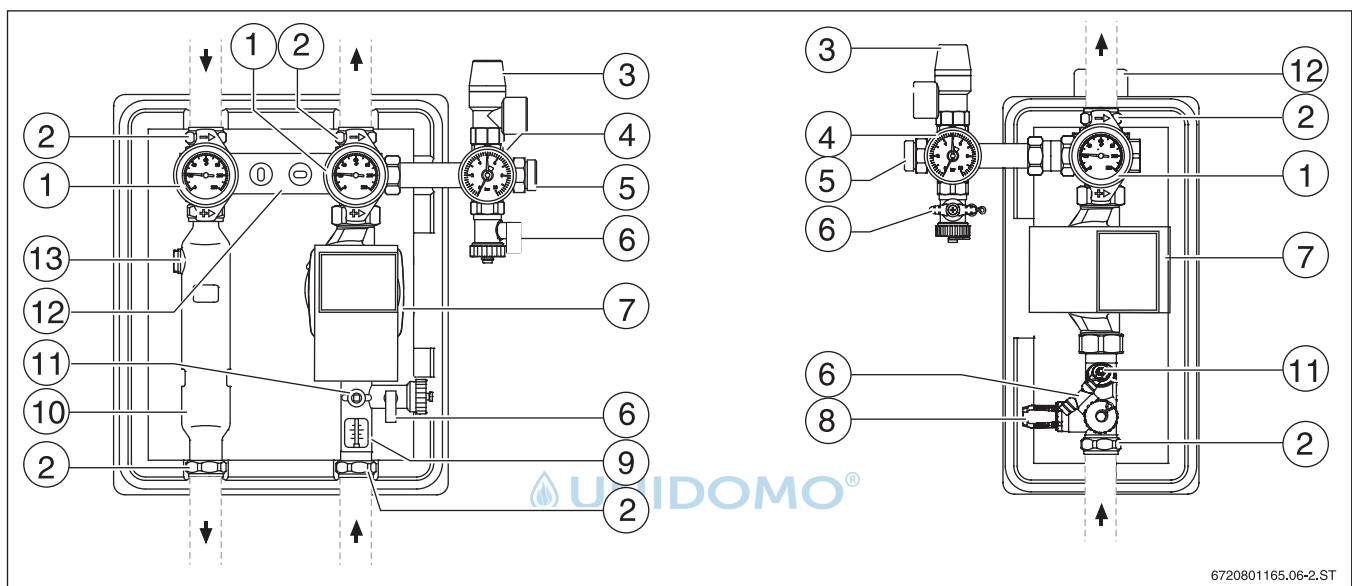

Bild 65 1- und 2-Strang-Solarstationen ohne vordere Dämmteile und ohne integrierte Regler und Module; Abmessungen und technische Daten → Seite 51
Die Solarstationen Logasol KS01.../2 sind für einen solaren Verbraucher konzipiert, z. B. Warmwasser- oder Pufferspeicher. Wenn eine 2-Strang-Solarstation in Verbindung mit einer 1-Strang-Solarstation betrieben wird, sind Solarstationen aber auch für 2 Verbraucher geeignet. Durch diese Anordnung liegen 2 getrennte Rücklaufanschlüsse mit separater Pumpe und Durchflussbegrenzer vor (→ Bild 65, Seite 50).
Ein anderer Anwendungsfall für die Kombination einer 2-Strang-Solarstation mit einer 1-Strang-Solarstation ist eine Solaranlage mit 2 verschiedenen ausgerichteten Kollektorfeldern (Ost/West-Regelung). Auch hier ist es wichtig, dass 2 getrennte Rücklaufanschlüsse mit separater Pumpe und Durchflussbegrenzer vorliegen (→ Bild 65, Seite 50). Wie zuvor beschrieben, kann nun auch ein hydraulischer Abgleich von den 2 Kollektorfeldern mit unterschiedlichen Druckverlusten durchgeführt werden. Für diese Anordnung sind 2 Sicherheitsgruppen (im Lieferumfang enthalten) und 2 Ausdehnungsgefäße (AG) erforderlich.